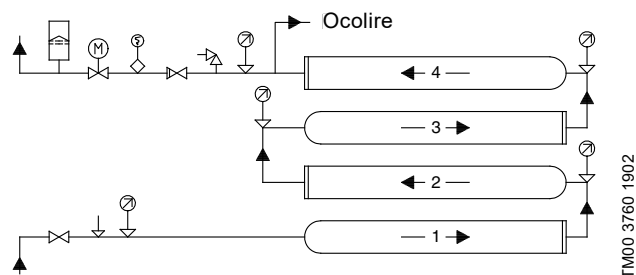

Fig. 6 Sistem de presurizare cu patru module conectate în serie, montate unul peste altul
- Pentru modulele conectate în serie, montate unul peste altul, recomandăm conectarea conductelor așa cum se indică în fig. 6.